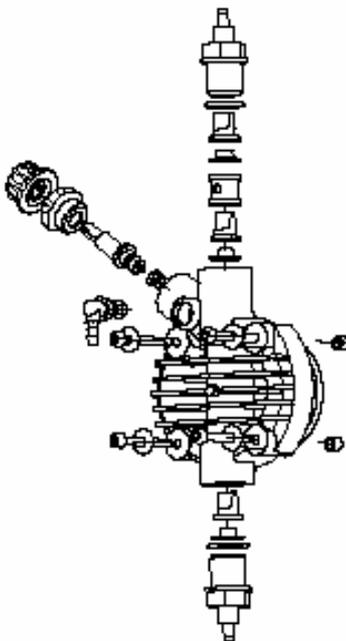

Рис. 10
3. Слить всю дозируемую жидкость из головки насоса. Это можно проделать, отсоединив насос от системы и перевернув его вверх ногами на 15-30 секунд не подсоединяя шланги к ниппелям: если это невозможно проделать, снимите головку, открутив 4 крепежных винта. (Рис. 10)
- Концентрацию реагента в трубопроводе: снижение концентрации может быть вызвано износом клапанов, в случае чего их необходимо заменить (рис. 10) или засором фильтра, который необходимо промыть, как описано ниже в п. 3
Очень редко потери жидкости могут быть вызваны повреждением мембраны или ее прокладок, в случае чего их необходимо заменить, открутив 4 винта на передней части головки (Рис. 10). При сборе головки насоса убедитесь, что винты закручены плотно.
а. Снимите клапана сброса и забора, прочистите их и установите обратно (Рис. 10). В случае коррозии клапанов проверьте соответствие материала используемому вами реагенту. Стандартный материал клапанов – Витон.